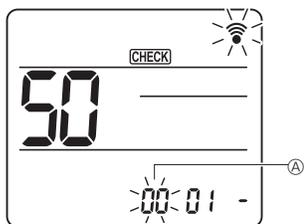

Fig. 6-17
- ② Einstellen der Gerätenummer
Drücken Sie zum Einstellen der Gerätenummer ① die Taste [↓]. (Fig. 6-17)